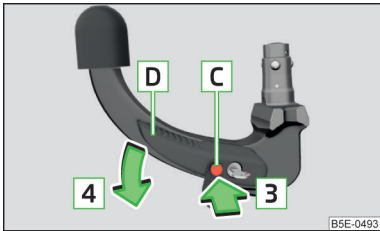

Abb. 298
- › Den Auslösebolzen **C** in Pfeilrichtung **3** bis zum Anschlag hineindrücken und gleichzeitig den Bedienungshebel **D** in Pfeilrichtung **4** bis zum Anschlag drücken » Abb. 298.